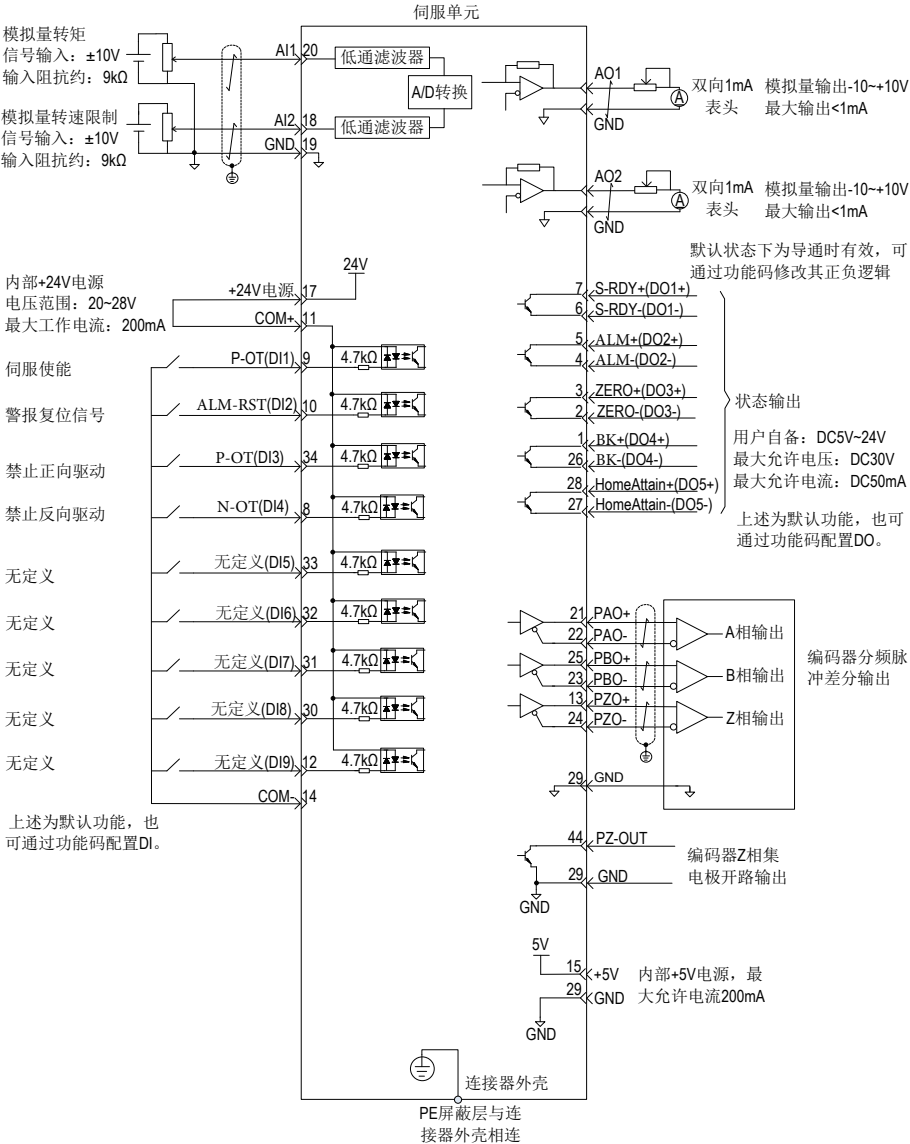

图 4-13 转矩模式配线图
- 3. 参考图 4-13 配线说明连接 CN1 端子中必要的 DI/DO 及转矩指令来源、速度限制等信号。